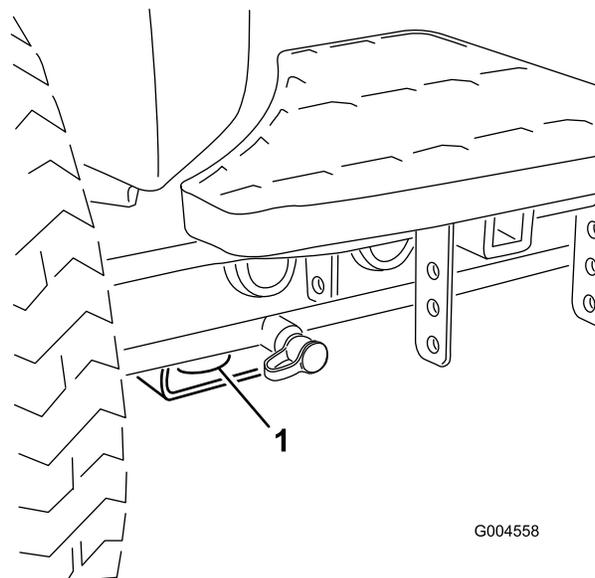

図 34
- 前各前輪の内側、アクスルチューブの下にある四角いパッド(図 34)